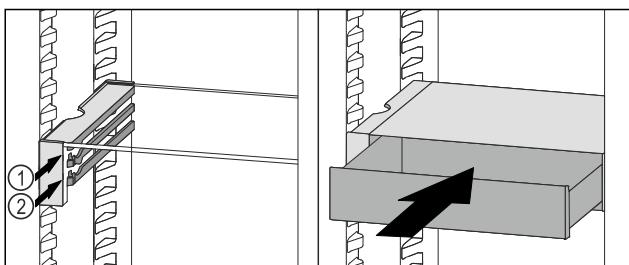

Fig. 140
- Встановити висувний ящик VarioSafe за стопорами на потрібне ребро Fig. 140 (1) або Fig. 140 (2).